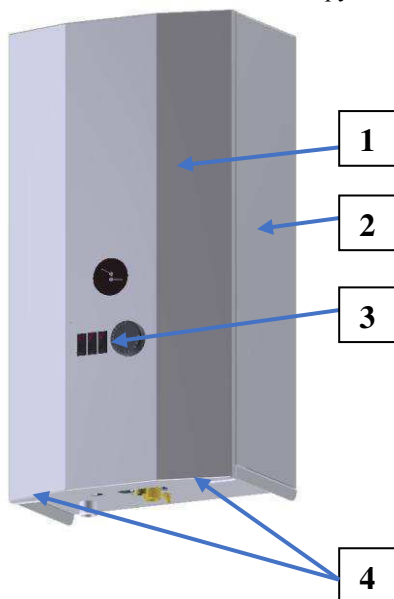

Рисунок 1.
- запрещается работа электродкотла при снятой лицевой панели (1) рис.1.
- снять лицевую панель котла, для этого открутить два винта (4) рис.1 в нижней части корпуса, отодвинуть нижнюю часть панели и приподнять вверх;